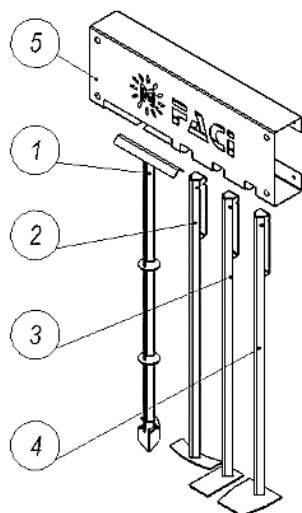

Рис. 9
- е) Дымовой aspirатор (дымосос). (Рис.9).
Инвентарь (Рис. 9) является дополнительной опцией. В базовой комплектации предусмотрен банник. Инструменты инвентаря разработаны для эффективной очистки элементов котла от сажи и нагара. Крепится инвентарь по усмотрению владельца.